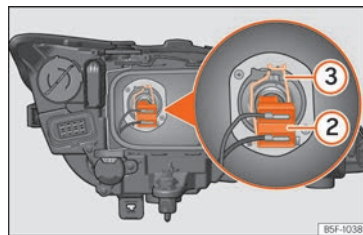

Abb. 107 Abblendlicht
- Ziehen Sie den Stecker » **Abb. 107** ② von der Lampe ab.
- Nehmen Sie die Haltefeder » **Abb. 107** ③ durch Eindrücken und Rechtsdrehung ab.